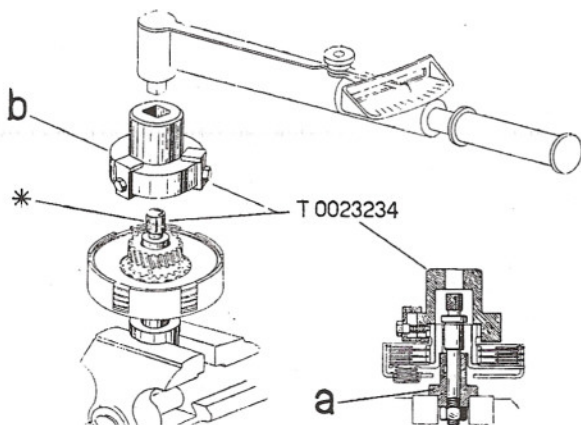

Fig. 18/D - Controllo coppia statica trasmissibile
- a) Fissare in morsa il gruppo frizione mediante il perno part. 2 (segnato con asterisco in fig. 18/D) e la bussola " a " dell'attrezzo T. 0023234.